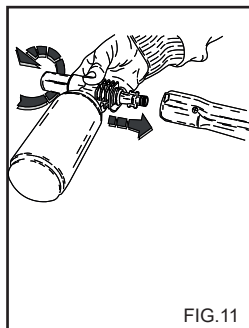

FIG. 11
2) Retire a extensão do cabo e insira o kit do pulverizador de detergente (fig. 11), accione a máquina de jacto de água a alta pressão e pulverize a superfície a lavar de baixo para cima.